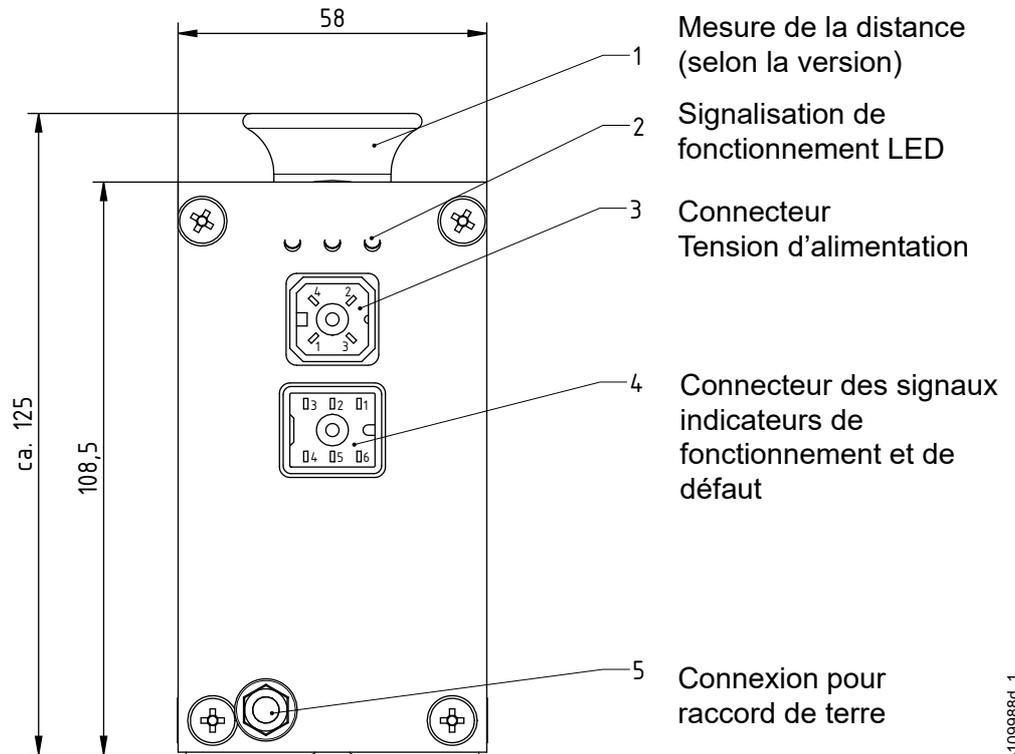

Fig. 1:
- L'alimentation doit être mise à la terre de façon durable par l'intermédiaire de la prise de terre (6, Fig. 1). En vue d'un fonctionnement irréprochable, un câblre de mise à la terre avec une section de 10 mm² et une longueur maximale de 1 m est nécessaire (voir chapitre 3.3 "Mise à la terre", page 12).